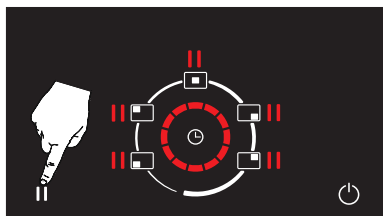

Abbildung 41
Drücken Sie einmal die Start-/Stopp-Taste (II). (Siehe Abb. 41)